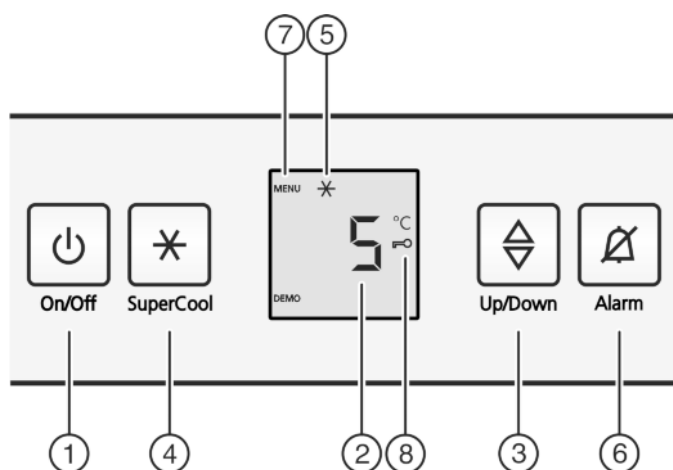

Fig. 2
- ▶ Нажать кнопку On/Off Fig. 2 (1).
- ▶ Нажмите кнопку «SuperCool» Fig. 2 (4) и удерживайте ее прим. 5 секунд.
- ▷ На индикаторе будет отображаться символ «Меню» Fig. 2 (7).
- ▶ Для подтверждения нажать и отпустить кнопку «SuperCool» Fig. 2 (4).
- ▷ На индикаторе горит символ «Защита от детей» Fig. 2 (8).
- ▶ Нажать и отпустить кнопку «On/Off» Fig. 2 (1).
- ▶ Нажмите кнопку Alarm Fig. 2 (6).
► Активация модуля регулировки температуры: нажмите кнопку настройки Fig. 2 (3).
► Температуру меняйте ступенями по 1 °C: нажимайте кнопку настройки Fig. 2 (3) до тех пор, пока на индикаторе температуры не будет высвечена требуемая температура.
- Коротко нажмите кнопку SuperCool Fig. 2 (4).
- На индикации горит символ SuperCool Fig. 2 (5).
- Символ SuperCool Fig. 2 (5) на индикации гаснет.